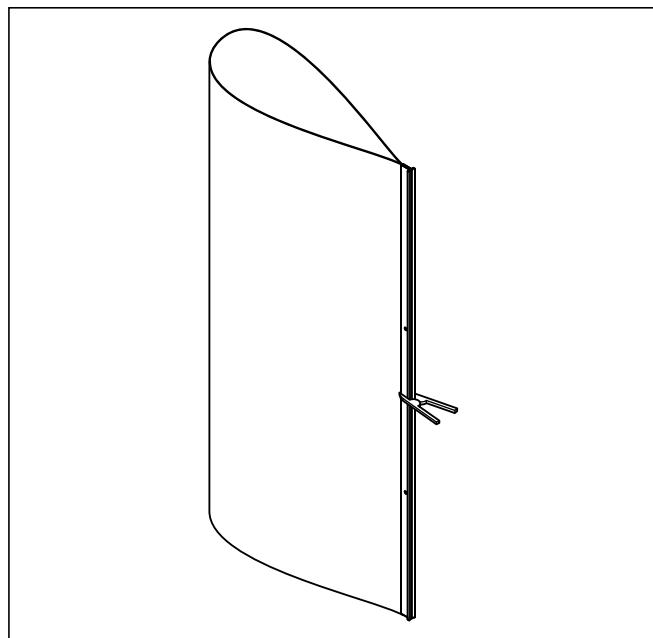

Abb. 4.9 Verkleidungsmantel mit Zwinge fixieren
- Drehen Sie auf der Rückseite des Speichers zunächst nur an einer Seite die zwei Kunststoff-Rastschrauben (1) der Metall-Leiste (z. B. mit einer Münze) heraus.
- Greifen Sie den Verkleidungsmantel an der Metall-Leiste und gehen hiermit um den Speicher herum, sodass Sie den Mantel „auf links“ tropfenförmig in der Hand haben (→ Abb. 4.9).